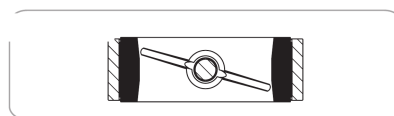

Fig. 1
- Under förvaring ska ventilskivan stå i halvöppet läge (fig. 1).
Undvik lutning, vridning och feluppriktning av rörledningen, eftersom detta kan belasta ventilen efter installationen. Använd inte de känsligaste delarna (handtag, ratt) för att lyfta ventilen. Ventilskivan ska stå i halvöppet läge (fig. 1).